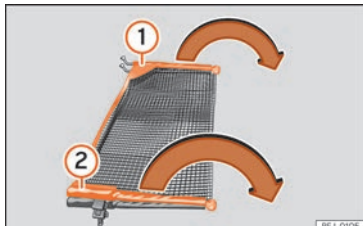

Fig. 127 Déplier le filet de séparation.
Dépliez les barres transversales »» fig. 127 ① et ② du filet dans le sens des flèches jusqu'à ce que vous entendiez un « clic ».